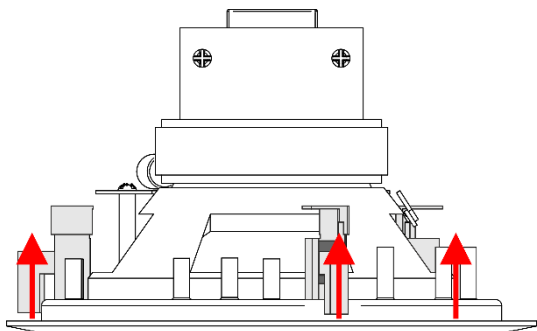

Fig. 05
- 07) Togliere la **griglia (03)**.
09) Sollevare i **ganci di montaggio (04)** e ruotarli in senso orario come indicato nelle Fig. 05 e 06.